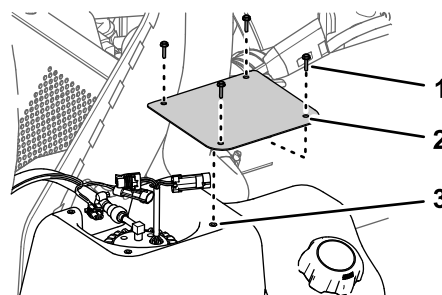

図 77
1. カバーをタンク 図 77 に組み付けるステップ 2 燃料ポンプのカバーを外す (ページ 56) で外したねじ #10 x 3/4" 4本を使用する。